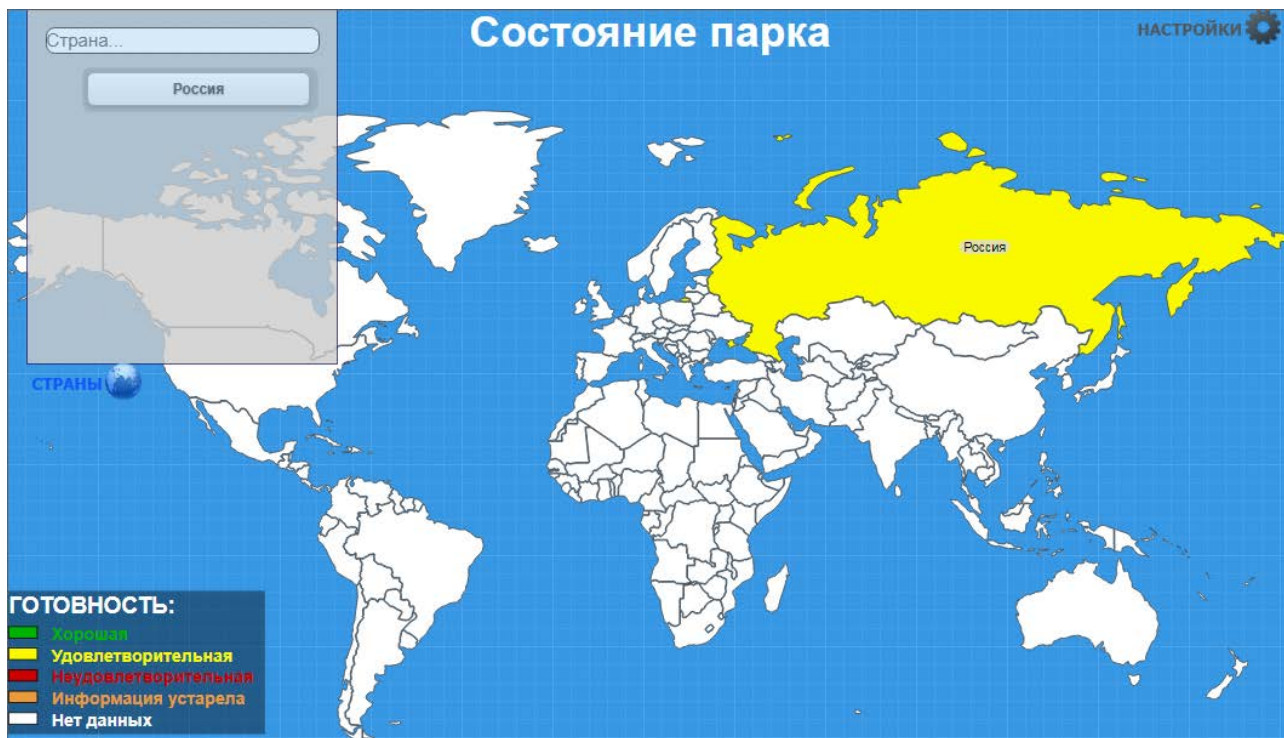
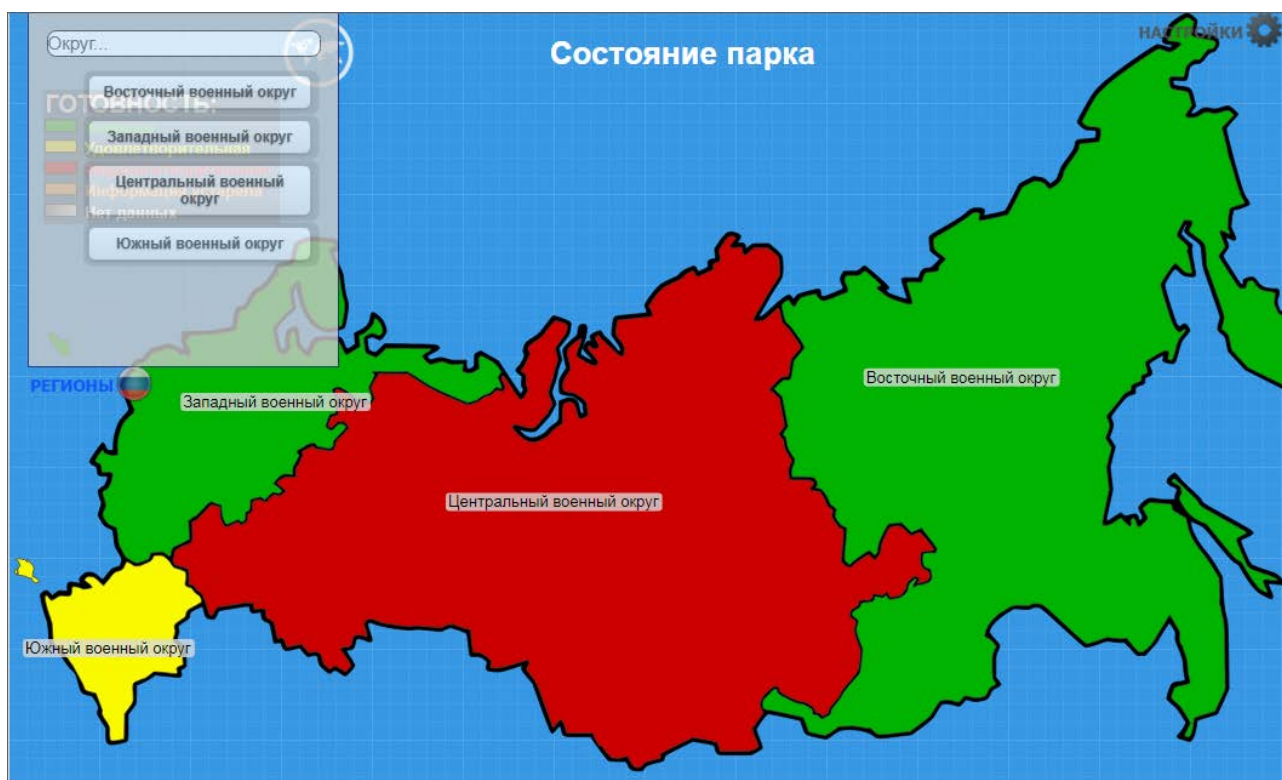

Рис. 6-7 – Диалоговое окно для выбора страны на карте мира
Рис. 6-9 – Диалоговое окно для выбора округа на карте военных округов России
– Кнопка «Страны» (на карте мира, 2 на рис. 6-2) или «Регионы» (на карте России и карте военных округов, 2 на рис. 6-3 и рис. 6-4) вызывает окно выбора страны, региона или округа. Страну/регион/округ можно выбрать из списка вручную или использовать строку поиска (см. диалоговое окно в левой верхней части рис. 6-7 – рис. 6-9).